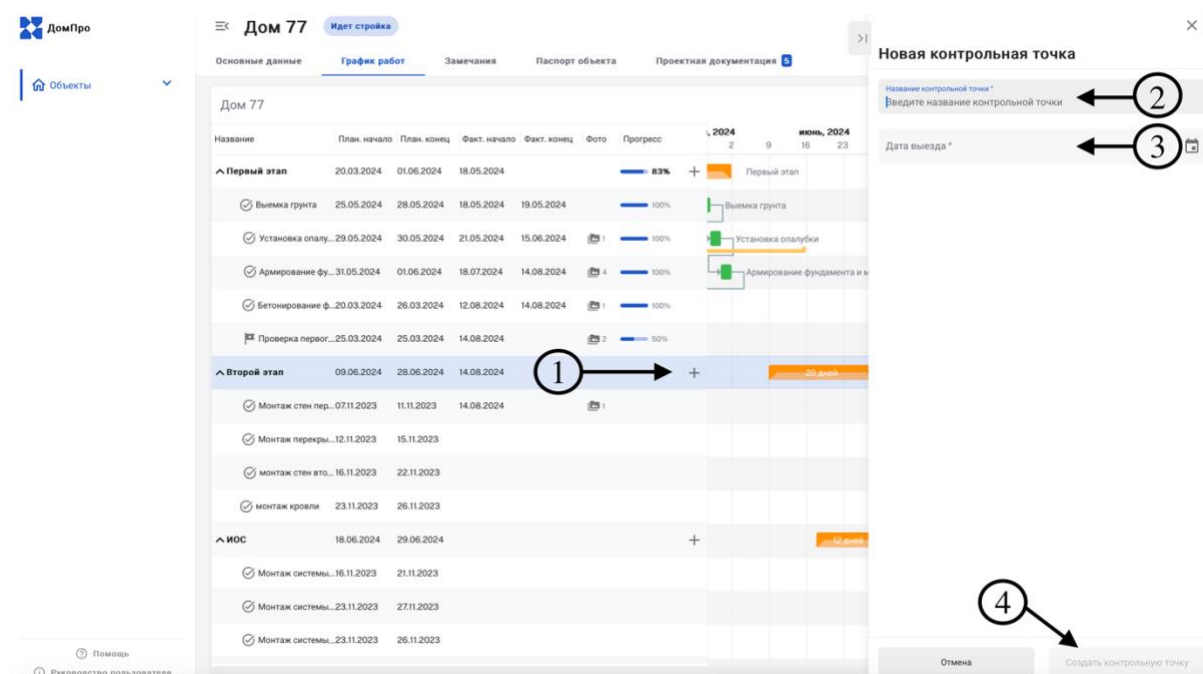

Рисунок 46 - Создание контрольной точки
Для создания и проведения проверок контроля качества выполненных работ экспертом необходимо создать в графике работ контрольную точку. Этот функционал доступен только пользователю с ролью «эксперт». Для создания контрольной точки необходимо нажать на значок плюса напротив группы работ в разделе «график работ» (1), затем необходимо ввести название контрольной точки (2), определить дату выезда (3) и нажать «создать контрольную точку» (4) Рисунок 46.